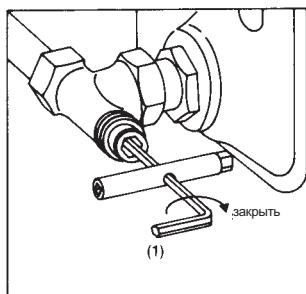

Рис. 1
- 1.2 Закрыть шпиндель вентиля шестигранным ключом SW 4 (1) поворотом вправо (рис. 1).